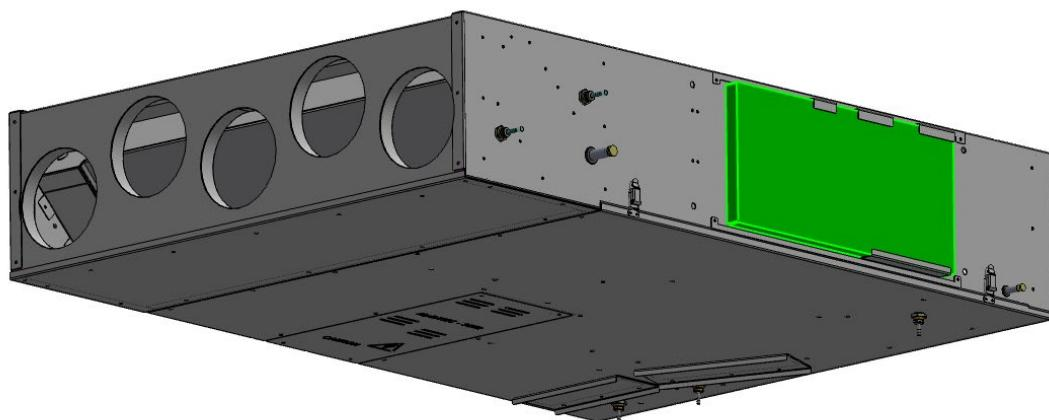
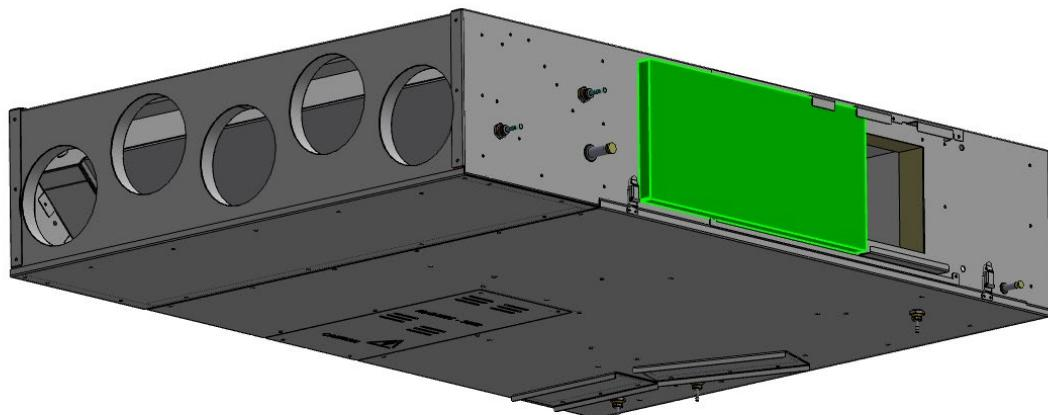

Fig.3
Fig.4
- 1) Traslare il filtro evidenziato come rappresentato in Fig.3 e Fig.4